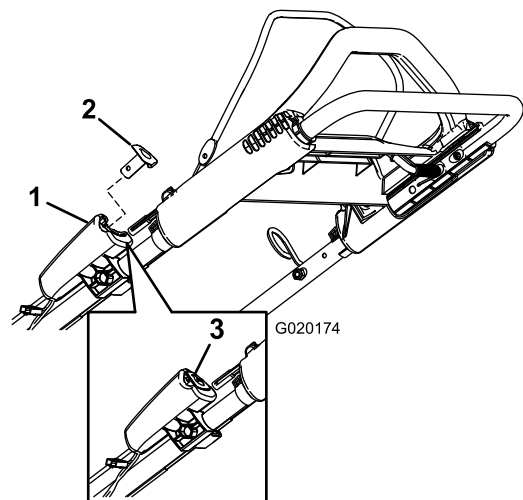
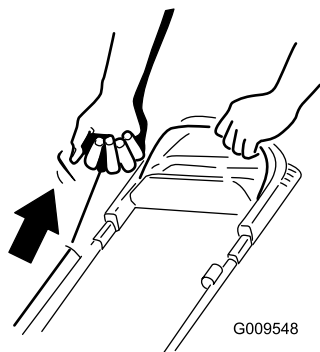

Figura 12
Figura 13
2. Pulse el botón de arranque eléctrico (Figura 12) (modelos de arranque eléctrico solamente) o tire de la cuerda del arrancador de retroceso (Figura 13).
Nota: Si se ha retirado el botón de arranque eléctrico, introdúzcalo en el arrancador eléctrico; consulte Figura 12 (modelo de arranque eléctrico solamente).
Nota: Cuando tire del arrancador de retroceso, debe tirar suavemente hasta que note resistencia; luego tire con fuerza (Figura 13). Deje que la cuerda vuelva lentamente al manillar.